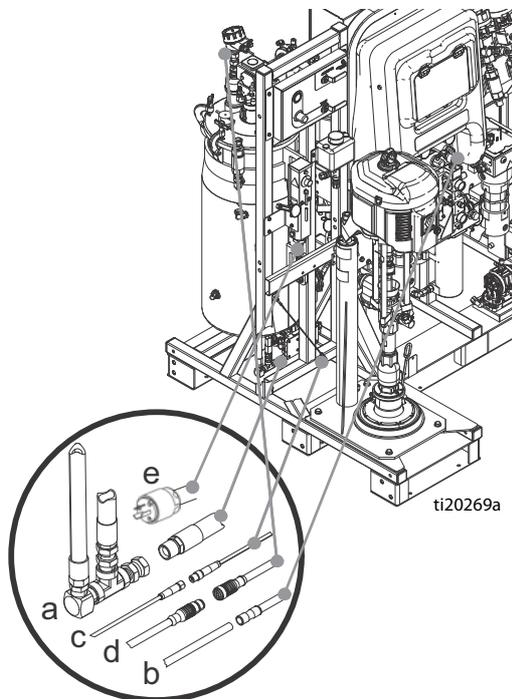

РИС. 14
- a. Подключите красный воздушный шланг 1/2 дюйма к вертлюжному соединению. См. пункт "a" на рис. 14.
- b. Подключите трубу подачи пневматического сигнала со внешним диаметром 1/4 дюйма к трубе с трубным соединителем. Это сигнал управления насосом подачи. См. пункт "b" на рис. 14.
- c. Подключите небольшой кабель с разъемом M8 к сопряженному разъему M8. См. пункт "c" на рис. 14.
- d. Подключите большой кабель с разъемом M12 к сопряженному разъему M12. Это подключение датчика уровня. См. пункт "d" на рис. 14.
- e. Подключите кабель питания нагревателя к сопряженному разъему питания. См. пункт "e" на рис. 14.